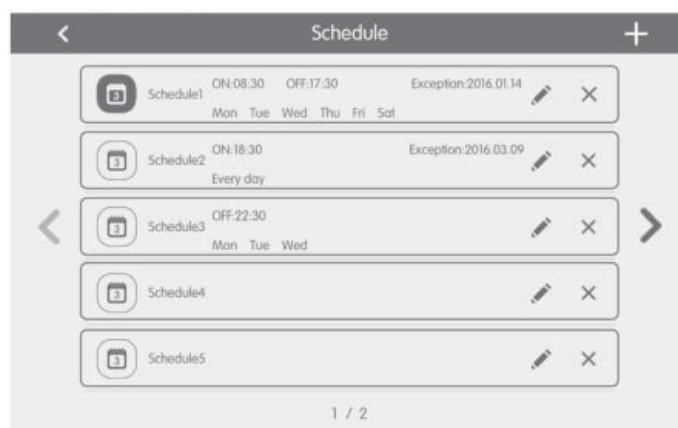

Abb. 4.2 Zonentasten auf der Homepage für die Zeitplanung
- **Zonentaste:** Auf den Seiten zur Zeitplanungsverwaltung stellt wie in Abb. 4.2 (Homepage für die Zeitplanung) angegeben jeder rechteckige Rahmen eine Zonentaste dar. Die Zonentaste drücken, dann erscheinen Aktivierung/Deaktivierung der entsprechenden Funktion oder die entsprechende Seite.